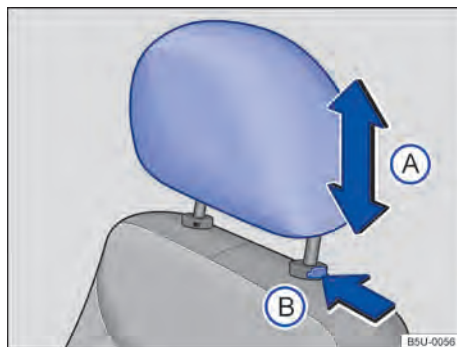

Fig. 61 Apoio para cabeça dianteiro: ajustar.
- Empurrar o apoio para cabeça para cima ou para baixo na direção da seta → Fig. 61 (A) → ⚠ em *Introdução ao tema* na página 70.